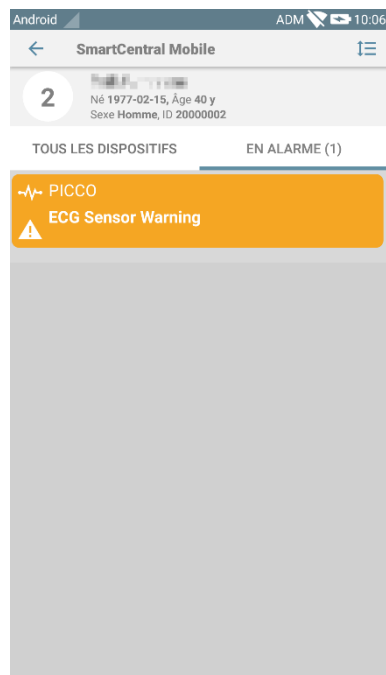

Fig 24
- Taper sur la notification pour accéder directement au module/patient pertinent (voir un exemple sur la Fig 24, voir paragraphes 5.9 et 5.9 pour une description des modules spécifiques). Si la notification d'alarme d'un module est liée à un